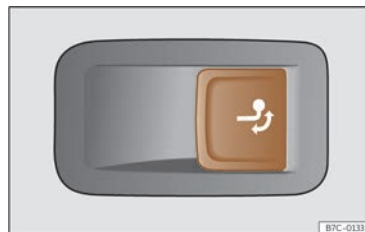

Abb. 176 Auf der rechten Seite im Gepäckraum: Taste zur Entriegelung der Anhängerkupplung.
- Ziehen Sie kurz an der Taste >>> (Abb. 176). Die Anhängerkupplung wird automatisch entriegelt und dreht selbsttätig heraus. Die Kontrollleuchte der Taste blinkt.
- Ziehen Sie kurz an der Taste >>> (Abb. 176). Die Anhängerkupplung wird elektrisch entriegelt.
- Drücken Sie keinesfalls die Taste >>> (Abb. 176), wenn ein Anhänger oder ein Gepäckträger oder anderes Zubehör auf der Anhängerkupplung eingehängt ist.